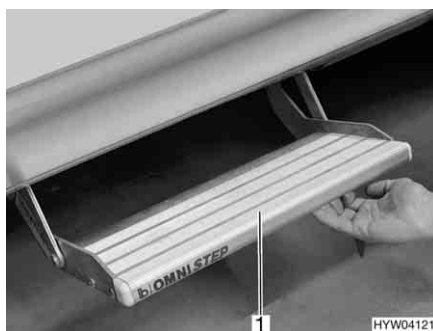

Fig. 14 Scalino di ingresso (integrato)
- Afferrare dal basso lo scalino di ingresso (Fig. 14,1) ed estrarlo finché non si innesta.
- Afferrare dal basso lo scalino di ingresso (Fig. 14,1) e sollevarlo leggermente.